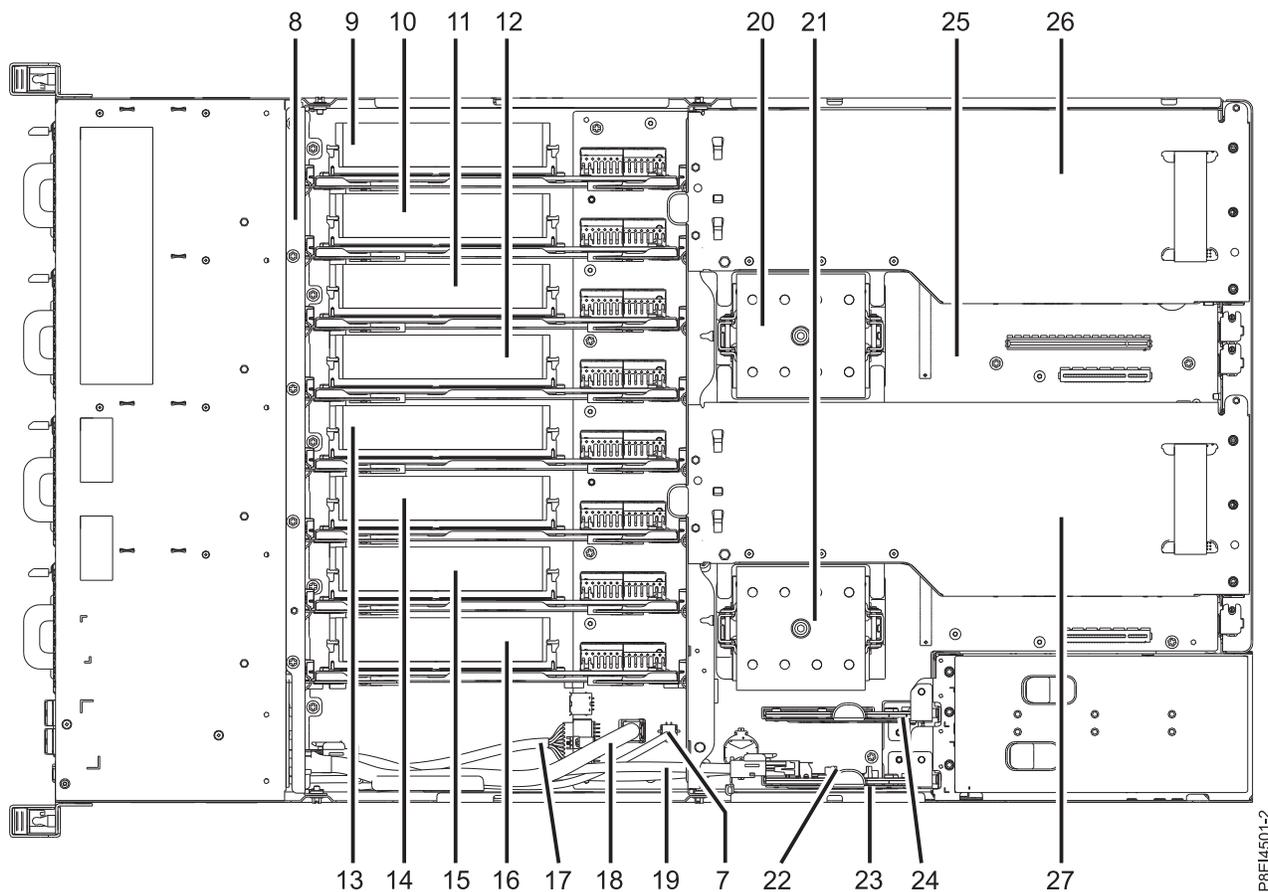

Figura 31. Ubicación de las tarjetas de expansión de memoria: posiciones de la 9 a la 16
3. Localice la tarjeta de expansión de memoria que contiene el DIMM de memoria que ha fallado. En la Figura 31 se muestra la ubicación de las tarjetas de expansión de memoria en el sistema 8335-GCA o 8335-GTA y en la Figura 32 se muestran las ubicaciones de las ranuras DIMM en la tarjeta de expansión.